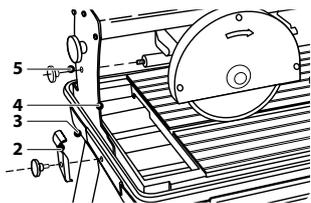

Рис. 2
**Сборка** (Рис. 2, 3)
- а) освободите каретку двигателя, выкрутив винт (5) из направляющей;
2. Установите (при необходимости) опоры в предназначенные отверстия основания (15).